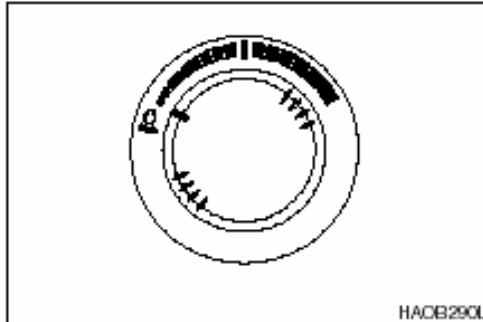

Figura 25
4. Ponga la velocidad del motor en mínima (Figura 25). Haga funcionar el motor durante 3 - 5 minutos.